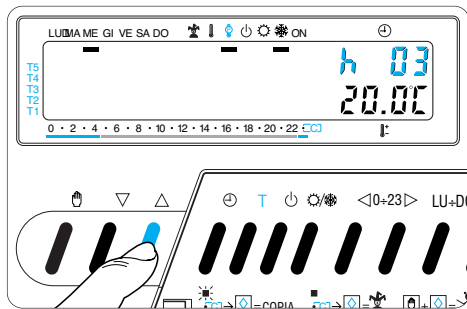

Fig. 51
13.4 - Premere il pulsante ∇ o \triangle sino a che non si raggiunge il numero di ore desiderato da 1 a 99 (fig. 51).